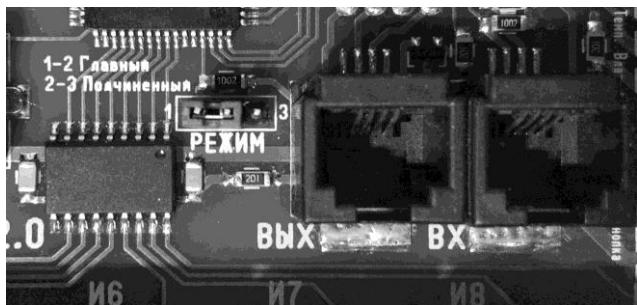

Рисунок 11.
- Установите на плате дополнительного парогенератора перемычку, обозначаемую как «режим», в положение 2-3. (режим подчинений, см. рисунок 11)